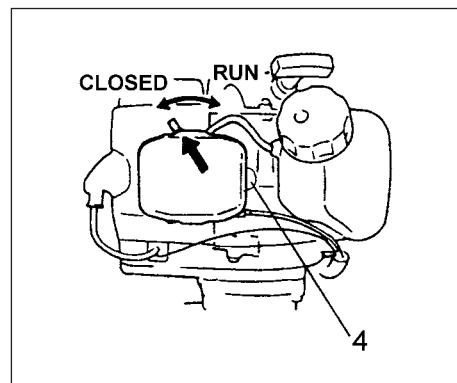

Рис. 2-3
- * Несколько раз нажать на заливочный баллон (4), чтобы топливо потекло через баллон или обратную трубку. (При наличии подобного оснащения) (Рис. 2-3)
3. Установить рычаг заслонки в положение CLOSED (ЗАКРЫТО). (Рис. 2-3)
5. Если Вы услышите, что двигатель начинает заводиться, верните рычаг заслонки в положение RUN (РАБОТА) (открыто). Затем снова быстро потяните возвратный стартёр. (Рис. 2-3)